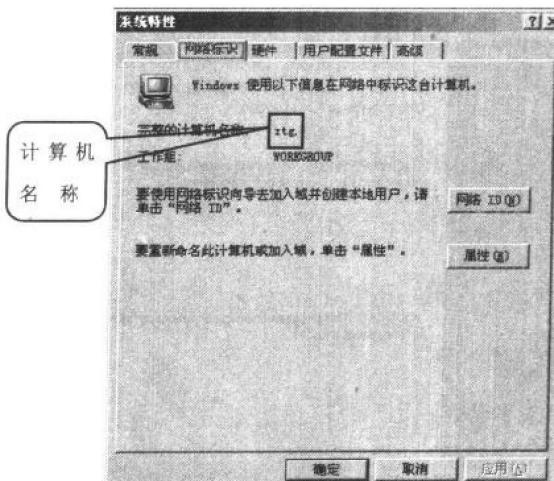

图 1.3 查找计算机名
(1) 右键单击“我的电脑”, 在弹出的菜单中选择“属性”命令, 在打开的“系统特性”对话框中选择“网络标识”选项卡, 将计算机名称抄下备用, 如图 1.3 所示。